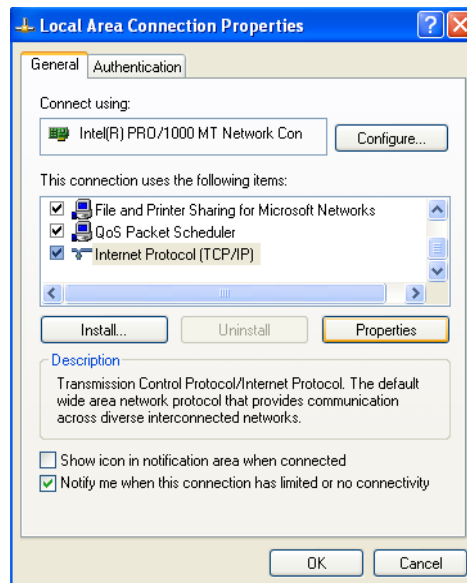

FIG. 15
4. Fönstret med inställningar för lokala nätverksanslutningar kommer att öppnas. Välj Internetprotokoll från listan med alternativ. Klicka på Inställningar. Fönstret med inställningar för internetprotokoll kommer att visas. Se FIG. 15.